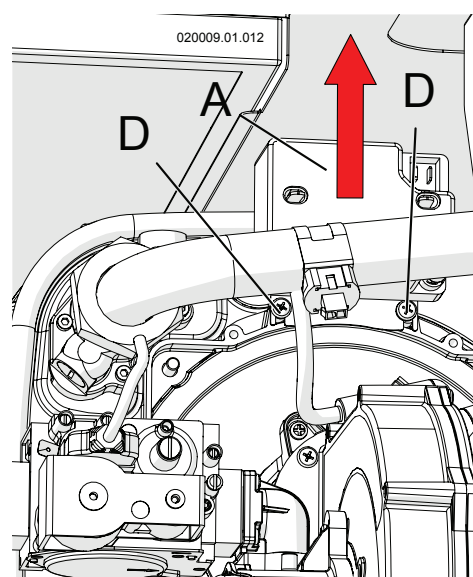

Figura 13-7 Rimozione generatore di scintille
- 5.- allentare le viti "D" (Figura 13-7) e spostare verso l'alto il generatore di scintille "A" (Figura 13-7);